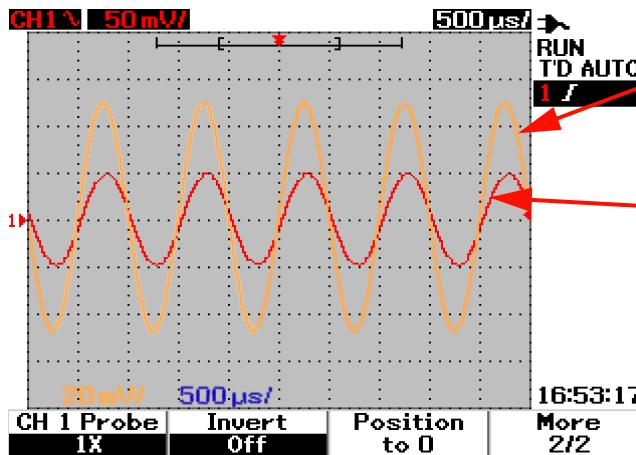

図3-43 <Load>表示は、波形ファイルが波形1に保存されていることを示します。F1を押すと内蔵メモリから波形をロードできます。この機能は、波形の比較に便利です。
- 5 もう一度F1を押すと、内蔵メモリから波形1をロードできます。図3-43を参照してください。